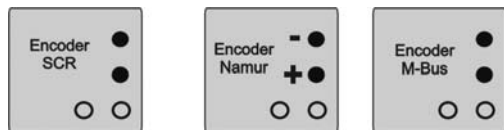

Fig. 9: Sticker encoder
- Gebruik voor het aansluiten uitsluitend afgeschermd kabels (DIN EN 60079-14) en let op de juiste pin-aansluitingen (zie sticker naast het deksel van het aansluitkastje), fig. 9.